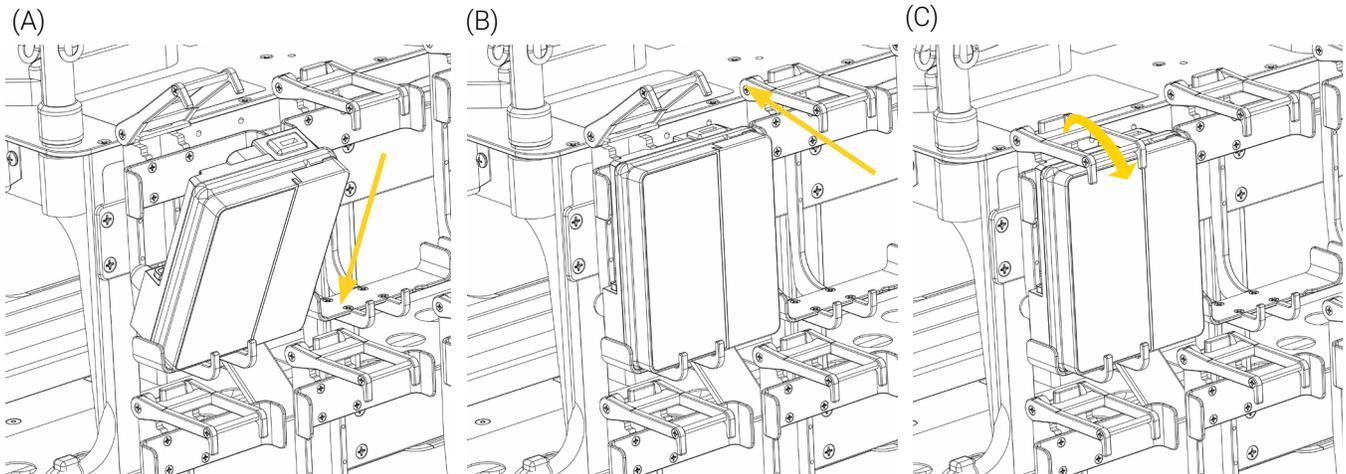

Figure 15: Installation de la pompe à infusion Baxter
2. Insérer la pompe en angle dans le support (Figure 15 A).
3. Incliner la pompe vers l'arrière, et s'assurer qu'elle soit centrée dans le support (Figure 15 B).
4. Abaisser la partie supérieure du support par dessus la pompe (Figure 15 C), puis appuyer sur la partie supérieure jusqu'à ce que le mécanisme à déclenchement rapide du support de pompe soit engagé.